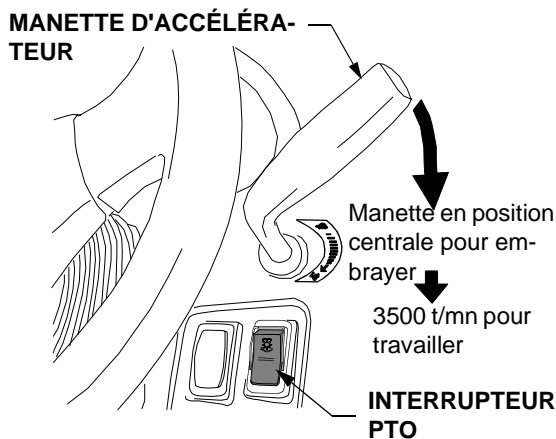

Figure 20
- Amenez la manette d'accélérateur sur la position centrale. Voir la Figure 20.
- Appuyez sur le sommet de l'interrupteur de la prise de force pour embrayer cette dernière (Voir la Figure 20). Le voyant de la prise de force s'allume sur le panneau d'instruments.